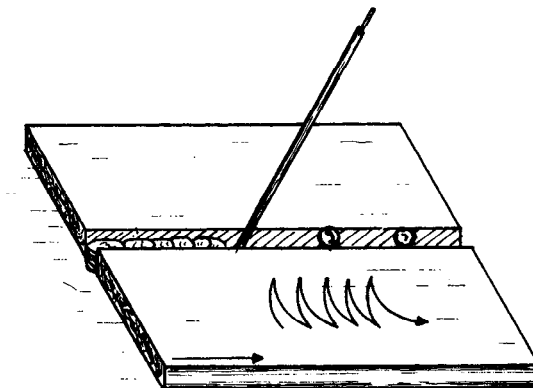

Figura 2.69
b) Oscile el electrodo cubriendo los dos bordes (Figura 2.69).